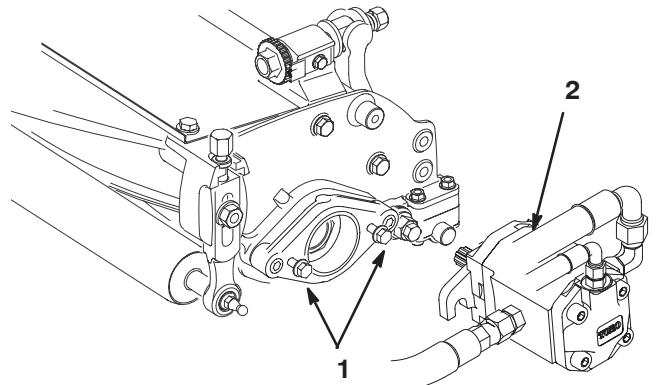

Figure 19
10. Installez les vis de fixation du moteur d' entraînement des cylindres sur chaque plateau de coupe. Laissez dépasser environ 13 mm du filetage des vis de fixation (Fig. 19).
12. Lubrifiez l' arbre cannelé de chaque moteur avec de la graisse propre, puis montez le moteur en le tournant dans le sens horaire de sorte que ses brides évitent les goujons. Tournez le moteur dans le sens anti-horaire jusqu'à ce que les brides encerclent les goujons, puis serrez les vis de fixation (Fig. 19).